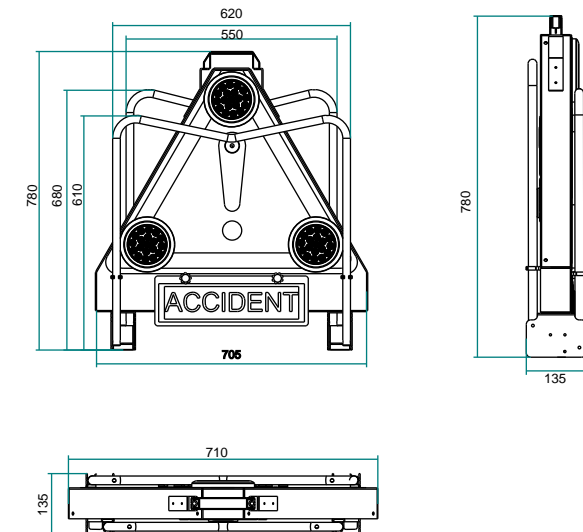

Figure 2. Dimensions du triangle au sol replié
- Position repliée (Figure 2.)